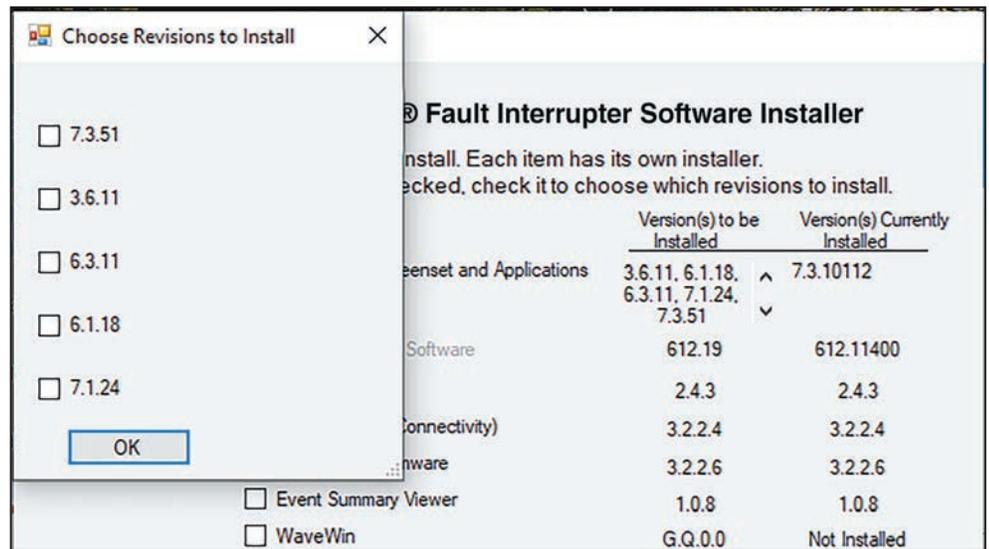

Figura 4. El cuadro de diálogo Choose Revisions to Install para el conjunto de pantallas del interruptor de fallas IntelliRupter.
PASO 5. Cuando marque el recuadro de selección IntelliRupter Screenset and Applications (Aplicaciones y Conjunto de Pantallas del IntelliRupter), el recuadro de selección Choose Revisions to Install (Elegir Revisiones para Instalar) aparecerá y proporcionará un recuadro de selección para cada conjunto de pantallas disponible que no esté ya instalado en la computadora. Marque las revisiones a instalar y haga clic en el botón **OK**. Ver Figura 4.